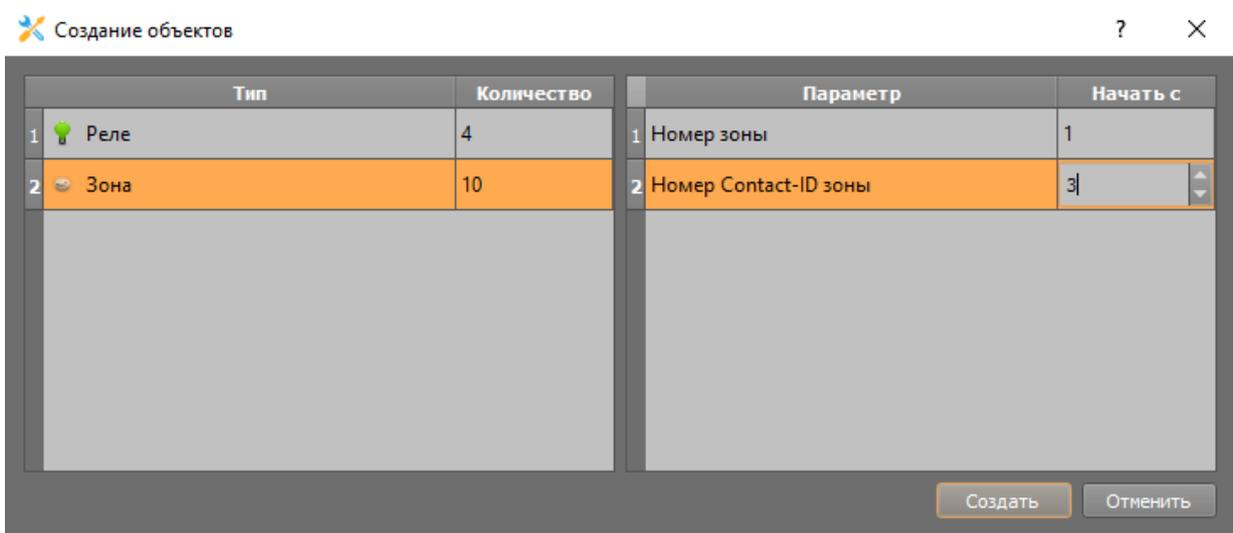

Рисунок 4.30. Добавление зон к прибору через мастер создания дочерних элементов
4. Под прибором создайте зоны в соответствии с используемым типом прибора (например, прибор «Сигнал-10», как в примере (Рисунок 4.30), может содержать не более 10 зон и 4 реле. Для создания нескольких зон и реле, целесообразно воспользоваться кнопкой создания дочерних объектов на панели свойств прибора.